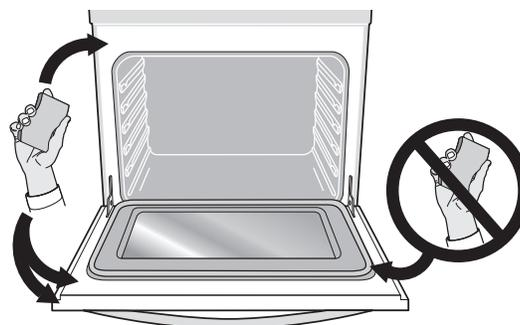

Figure 21 : Zones de la porte du four à nettoyer avec précaution
- Ne pas nettoyer le joint de porte du four (Figure 21). Ne pas utiliser de produits à nettoyer les fours sur le joint de porte. Cela peut endommager le joint. Le matériel tissé de la porte du four est essentiel à une bonne étanchéité. Il faut prendre garde à ne pas frotter, endommager ou enlever le joint de porte.